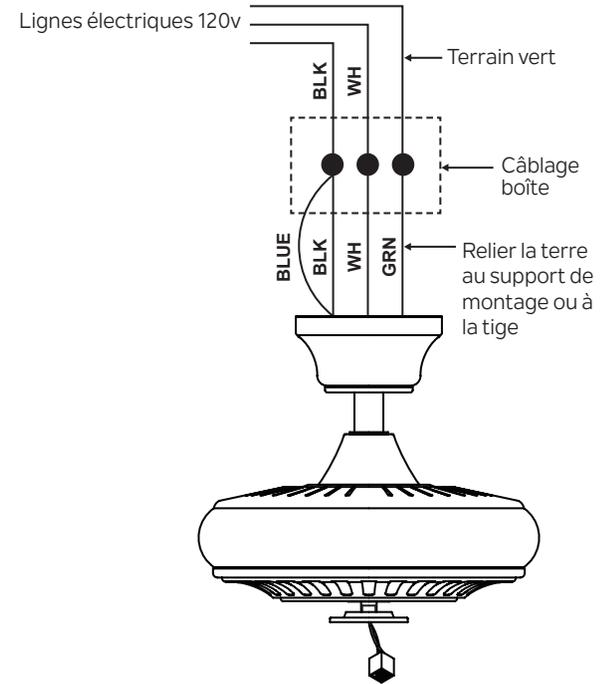

Fig. 12
Étape 1. Connectez le fil d'alimentation (noir) du ventilateur et le fil d'alimentation lumière (bleu) au fil d'alimentation noir du ménage, comme illustré à la Figure 12.